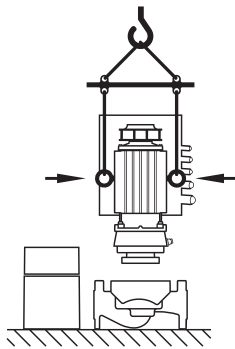

Fig. 25: Транспортування модуля
- У випадку перенесення транспортних вушок з фланця двигуна на корпус останнього їх можна використовувати лише для переміщення або транспортування модуля (Fig. 25), але у жодному випадку не для транспортування всього насоса і не для відокремлення модуля від корпусу насоса (слід звернути увагу на попередній демонтаж розпірних держаків і на їх подальший монтаж).